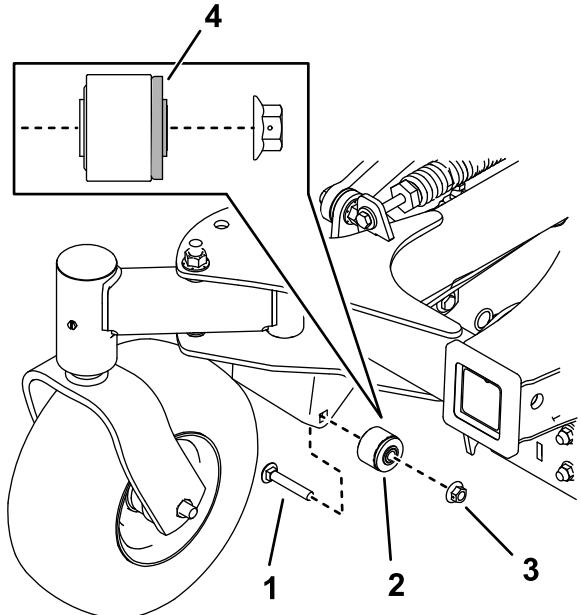

Figure 8
- 1. Boulon de carrosserie      4. Vis autotaraudeuse (2)
4. Avec un boulon de carrosserie ( $\frac{3}{8}$  x  $2\frac{1}{4}$  po) et un écrou ( $\frac{3}{8}$  po), installez les bagues sur la machine (Figure 8). Serrez le boulon à un couple de 37 à 45 N·m (27 à 33 pi-lb).
**Remarque:** La bride en caoutchouc de la bague doit être tournée vers l'intérieur de la machine, comme montré à la Figure 8.